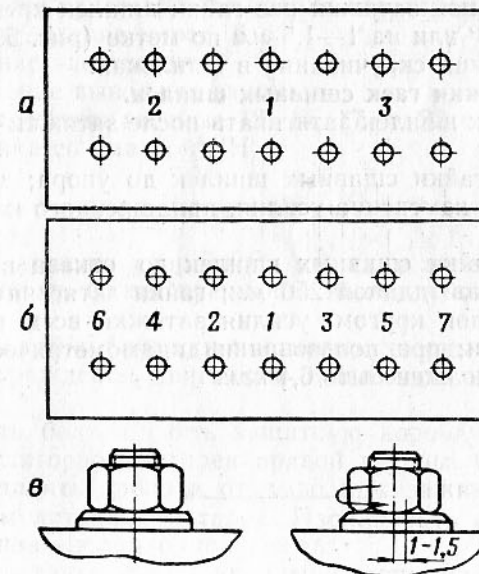

Рис. 59. Схема последовательности затяжки гаек силовых шпилек:
а) затянуть гайки 1, 2 и 3-го рядов (рис. 59, а) шпилек креп-
4. Окончательно затянуть гайки в последовательности, указанной на рис. 59, б:
Для устранения напряжения скручивания в силовых шпильках необходимо все гайки после затяжки отпустить на $3-5^\circ$ или на $1-1,5$ мм по метке, как показано на рис. 59, в.
При наличии динамометрического ключа при окончательной затяжке гаек необходимо за первый прием гайки 1, 2, 3, 4 и 5-го рядов затянуть с усилием 30 кгм, а гайки 6 и 7-го рядов с усилием 20 кгм. При каждом последующем приеме усилие затяжки увеличивать на 5 кгм, доводя таким образом затяжку гаек 1, 2, 3, 4 и 5-го рядов до усилия $35-37$ кгм, а гаек 6 и 7-го рядов до $28-30$ кгм. После окончательной затяжки все гайки шпилек крепления блока отпустить на $3-5^\circ$ или на $1-1,5$ мм по метке (рис. 59, в) для устранения напряжений скручивания в шпильках.